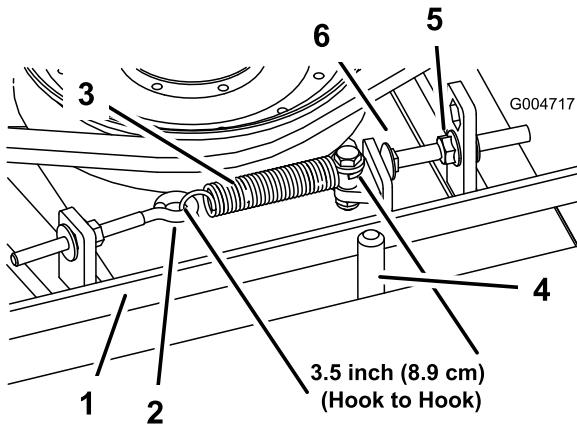

Bild 97
Bei richtiger Spannung sollte die Messung an der Verlängerungsfeder (Haken zu Haken) ungefähr 8,9 cm  $\pm 0,63$  cm betragen. Wenn die Federspannung richtig ist, stellen Sie die Anschlagschraube (Schlossschraube) ein, bis der Abstand zwischen dem Schraubenkopf und dem Spannarm ungefähr 0,32 cm  $\pm 0,152/0,000$  cm beträgt (Bild 97).
**Hinweis:** Achten Sie darauf, dass der Riemen auf der Federseite der Riementführung positioniert ist (Bild 97).
- Lösen Sie den Augenbolzen, um die Verlängerungsfeder abzunehmen (Bild 97).
- Lösen Sie die Bundmutter, mit der die Anschlagschraube an der Befestigungslasche befestigt ist. Schieben Sie die Mutter so weit zurück, dass der Spannarm an der Anschlagschraube vorbeigeführt werden kann (Bild 97). Bewegen Sie die Spannscheibe vom Riemen weg, um diesen zu entspannen.
**Hinweis:** Achten Sie darauf, dass der Riemen auf der Federseite der Riemenführung positioniert ist (Bild 97).
- Setzen Sie die Verlängerungsfeder (Bild 97) wieder in den Augenbolzen ein und spannen Sie den Riemen wie folgt: